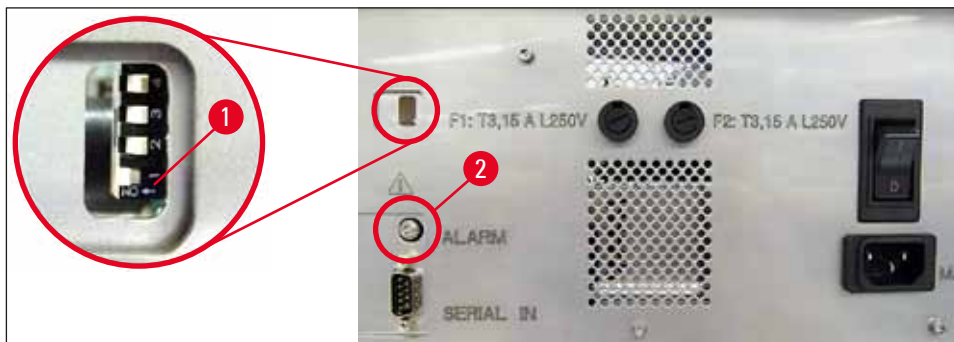

Abb. 44
- » Zur Deaktivierung des Pieptons den Schalter ganz unten (→ "Abb. 44-1") nach rechts drücken (→ "Abb. 44").